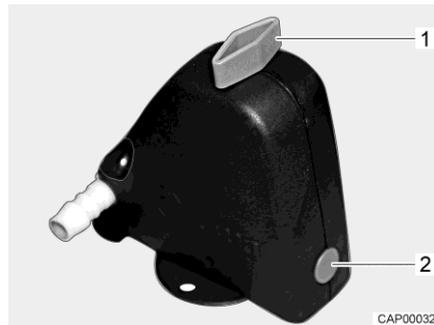
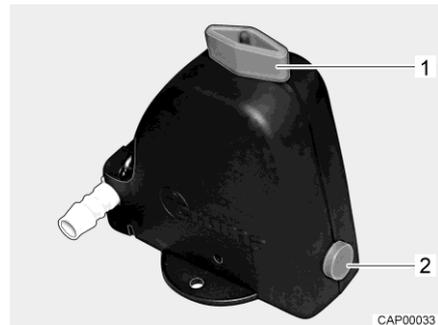

Bild 92 Sicherheits-/Ablassventil geschlossen
Bild 93 Sicherheits-/Ablassventil geöffnet
- Sicherheits-/Ablassventil (Bild 92) öffnen. Dazu Drehknopf (Bild 92,1) längs zum Sicherheits-/Ablassventil drehen. Der Druckknopf (Bild 92,2) springt heraus. Das geöffnete Sicherheits-/Ablassventil ist in Bild 93 dargestellt.